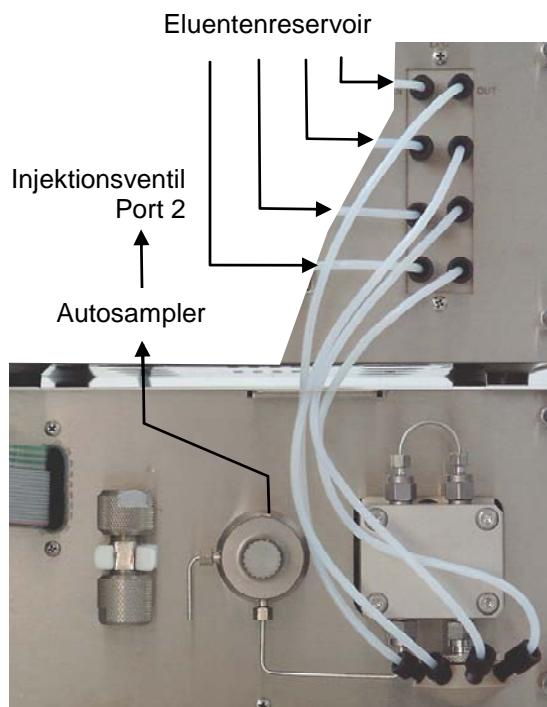

Abb. 9 Anschluss der Eluentenleitungen am Pumpenkopf
Verbinden Sie mithilfe der Schläuche (0,27 bis 0,30 m) den NDG Block „OUT“ mit dem Niederdruck-Mischblock am Pumpenkopf (siehe Abb. 9). Verschließen Sie nicht benutzte Eingänge mit Blindstopfen.
3. Stellen Sie eine Kapillarverbindung vom Auslass des Pumpenkopfes (siehe Abb. 9 auf Seite 22) zum Autosampler und von dort zum Port 2 des Injektionsventils her.